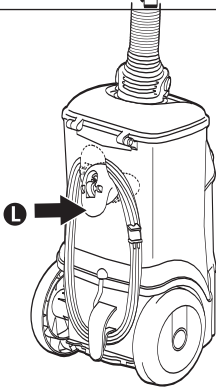

FIG. 7
- Step 5:** Rotate swivel cord hook **L** on bottom of canister to release cord (Fig. 7).
- Step 3:** Rotate swivel cord hook **L** on bottom of canister to release cord (Fig. 7).
- Étape 5 :** Faites tourner le crochet de cordon **L** situé sur la partie inférieure du traîneau pour libérer le cordon (Fig. 7).
- Étape 3 :** Faites tourner le crochet de cordon **L** situé sur la partie inférieure du traîneau pour libérer le cordon (Fig. 7).
- Paso 5:** Gire el gancho oscilante del cordón **L** de la parte inferior del recipiente para liberar el cordón (Fig. 7).
- Paso 3:** Gire el gancho oscilante del cordón **L** de la parte inferior del recipiente para liberar el cordón (Fig. 7).